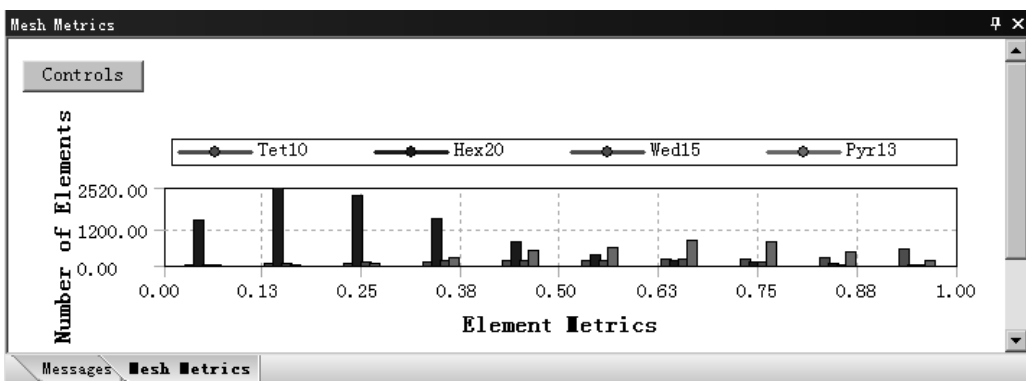

图 4.5.22 检查结果统计图表 (七)
- ◆ Skewness (偏度)。其为网格质量检查的主要方法之一，选择此选项后，在信息栏中打开图 4.5.22 所示的检查结果统计图表。